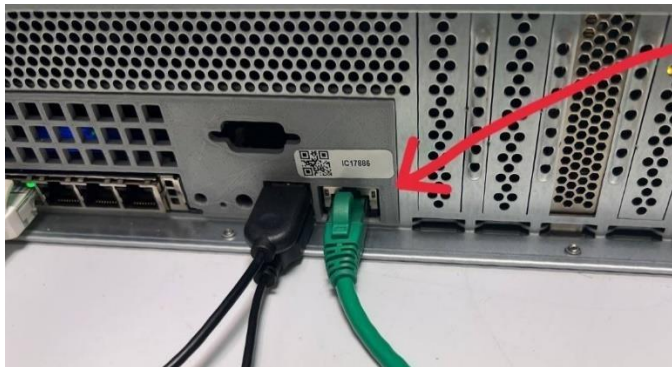

Рисунок 32 – Подключение кабеля RJ-45
2. Подключить один конец кабеля RJ-45 к порту управления сервера (см Рисунок 32).